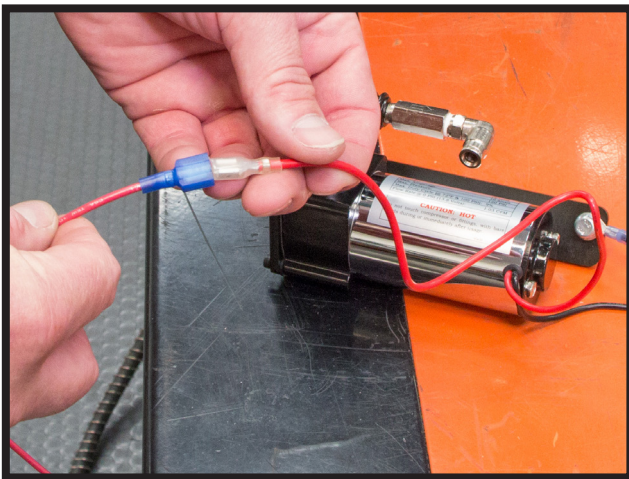

FIGURE 5
3. ATTACH THE PUMP WIRE EXTENDER TO THE RED PUMP WIRE. ATTACH THE RIGHT SIDE OF THE PUMP ASSEMBLY TO THE MOTORCYCLE WITH THE BOLT POINTING UP. (FIGURES 5, 6)